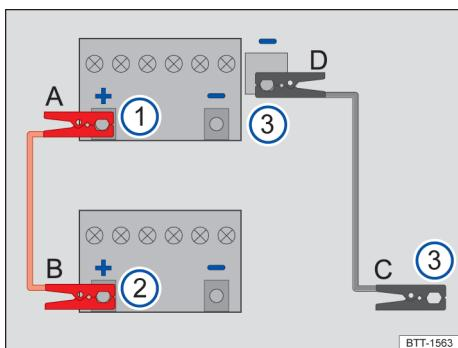

图 158 应急启动 – 电缆连接示意图
→ 图 158 的图例:
仅按照顺序 A - B - C - D 连接应急启动电缆 → 图 158。
- 将红色应急启动电缆的一端连接到 12V 汽车蓄电池 → 图 158 ① 电量耗尽的车辆的正极 (+) 上 → ▲。
- 将红色应急启动电缆的另一端连接到供电车辆 → 图 158 ② 的正极 (+) 上。
- 将黑色应急启动电缆的一端连接到应急启动接点（接地端）→ 图 158 ③ 上。
- 将黑色应急启动电缆的另一端连接到 12V 蓄电池电量耗尽的车辆 → 图 158 ③ 上。→ ▲
- 仅按照顺序 D - C - B - A 断开启动辅助电缆 → 图 158。